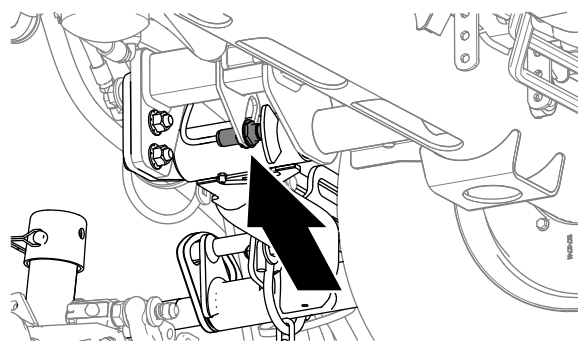

Figura 51
2. O interruptor do braço de elevação encontra-se por baixo do depósito hidráulico e interior do braço de elevação da unidade de corte n.º 5 (**Figura 51**).